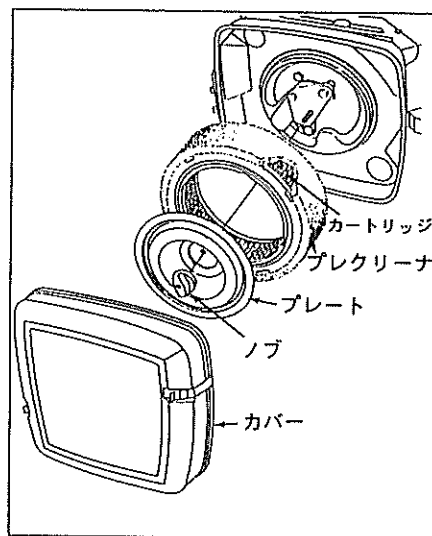

図 35 エアクリーナ
- (1) カバーアセンブリを外す。(図 35 参照)
- (1) ノブとプレートを取外します。(図 35 参照)
- (2) エアクリーナカバーを元の場所に取り付けます。(図 35)